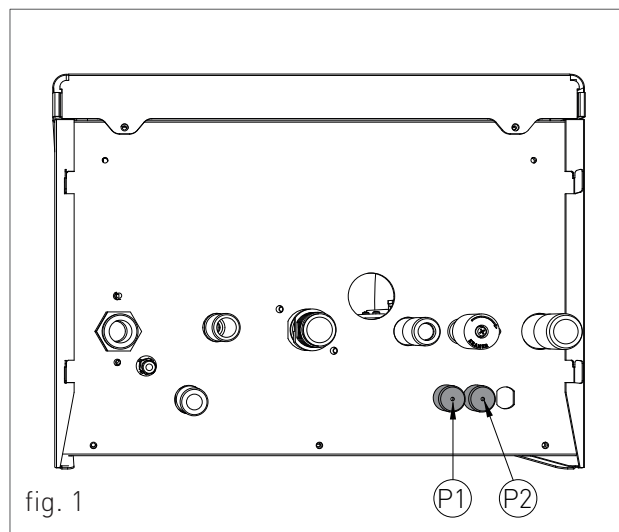

fig. 1
Cablurile trebuie introduse în interiorul centralei cu ajutorul glandelor de cablu „P1” și „P2” plasate sub placă (vezi fig. 1). Faceți o gaură pe glanda de cablu, mai mică decât diametrul cablului, pentru a vă asigura că aerul nu poate trece. Pentru a conecta opțiunile de mai jos:
- › Conducta de evacuare trebuie să fie perpendiculară cu peretele intern opus al coșului de fum sau al conductei de evacuare a fumului (fig. 1).